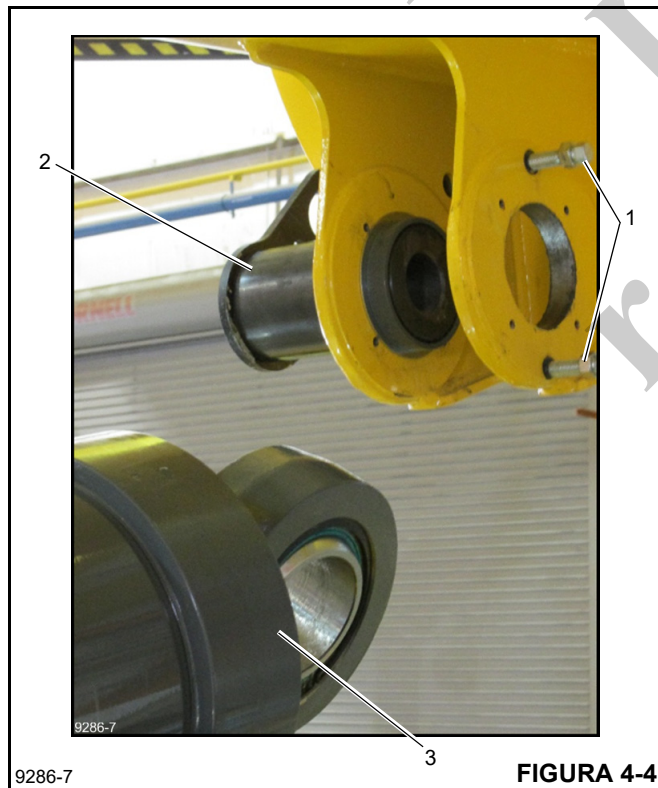

FIGURA 4-4
14. Solte os parafusos de bloqueio (1, Figura 4-4) do outro lado da lança.
17. Puxe o pino do cilindro de elevação (2, Figura 4-4) o suficiente para afastar o cilindro (3), marque e remova os calços e as buchas/placas no pino.